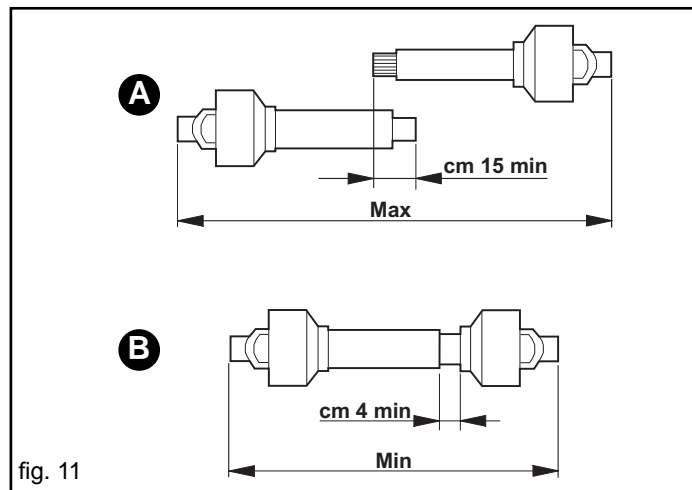

fig. 11
- Wenn die Kardanwelle so weit wie möglich herausgezogen ist, müssen sich die beiden Rohre mindestens um 15 cm überlappen (A Abb. 11). Wenn sie so weit wie möglich eingeschoben ist, muß ein Spiel von mindestens 4 cm bestehen (B Abb. 11).